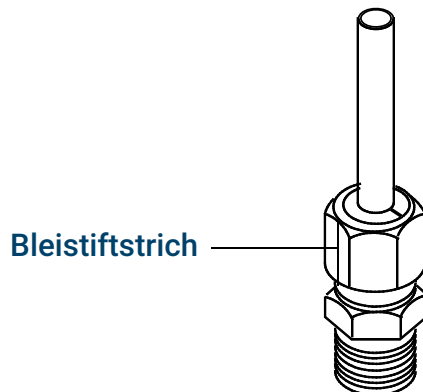

Abbildung 20. Markieren der Armatur
6. Markieren Sie die Mutter mit einem Bleistiftstrich. Siehe **Abbildung 20**.